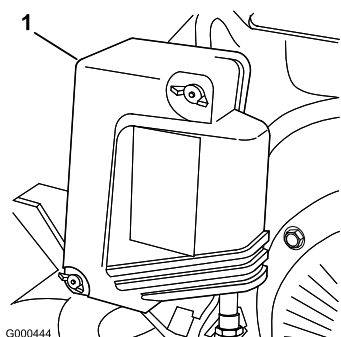

Figura 22
- Retire as porcas que fixam a cobertura do filtro do ar e retire a cobertura. Limpe bem a cobertura (Figura 22).